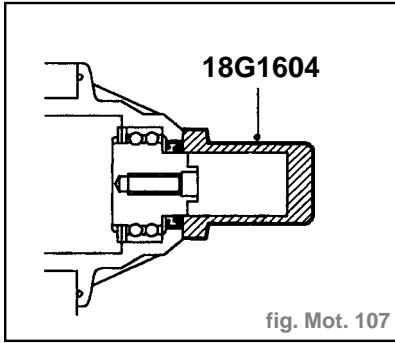

fig. Mot. 107
- Lubrifier des joints d'huile avant et arrière de carter de calage variable neufs à l'huile moteur et poser les joints à l'aide de l'outil **18G 1604** (fig. Mot. 107).